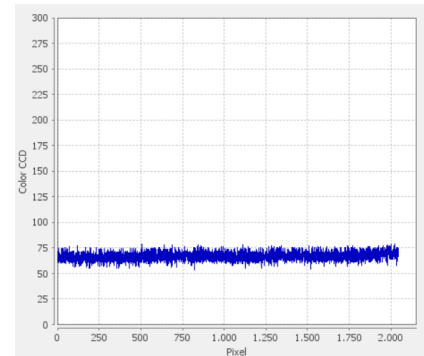

Figura 14: Sinal Azul teste 3
- Teste Azul 3: Apertar o botão Enviar 1000 para o ganho AD Azul Ímpar e logo em seguida, Atualizar Canal Azul novamente. Uma imagem como a figura 14 deve ser exibida na tela.